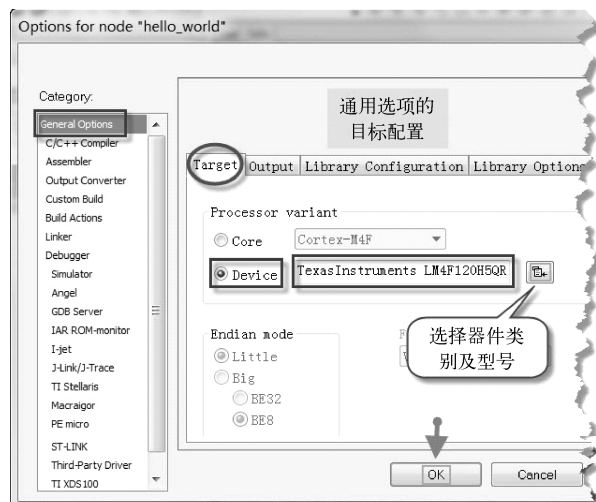

图 1-74 目标硬件配置
① 在 C:\ti\TivaWare_C_Series-2.0.1.11577\driverlib\ewarm\Exe 目录下添加 driverlib.a 库文件。
② 在 C:\ti\TivaWare_C_Series-2.0.1.11577\utils 目录下添加 uartstdio.c 文件。
③ 在 C:\ti\TivaWare_C_Series-2.0.1.11577\examples\boards\ek-tm4c123gxl\hello 目录下添加 startup_ewarm.c 和 hello.c。
① 选择目标硬件: 选中 Device 选项, 单击右侧的目标类型图标 , 选取 LM4F120H5QR 或 TM4C123GH6PM, 然后单击 OK 按钮确认, 如图 1-74 所示。